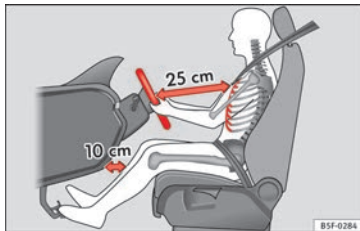

Fig. 46 La distanza corretta tra il conducente e il volante
- Regolare la posizione del volante in modo tale che la distanza tra il volante stesso e il torace sia di almeno 25 cm ►► **fig. 46.**
- Posizionare il sedile di guida in modo tale che tra lo sterzo del conducente e il centro del volante ci sia una distanza di almeno 25 cm » fig. 46. Se si sta seduti a meno di 25 centimetri di distanza non si può essere protetti con adeguata efficacia dal sistema degli airbag.
- Regolare il sedile del conducente o la posizione del volante in modo tale che la distanza tra il volante stesso e lo sterzo del conducente sia di almeno 25 cm » fig. 46. Se la distanza minima non viene rispettata, l'efficacia del sistema degli airbag si riduce, con gravi rischi per l'incolumità delle persone (non escluso quello di morte).